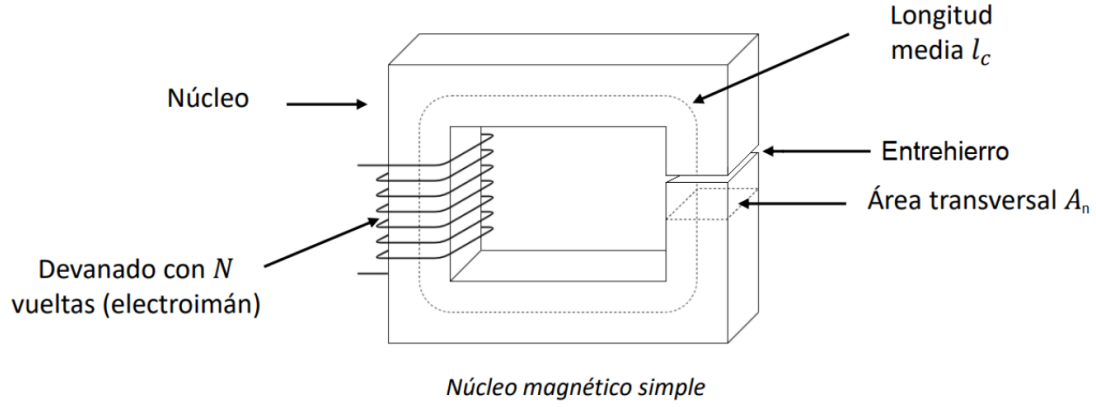

Figura 2: Núcleo simple
Para un mejor contexto de la tarea, considere la figura 2.
1. Establezca de forma clara todas las hipótesis simplificadoras del sistema. Considere que la Figura 2 no tiene errores y, por tanto, si considera que falta algún dato o parámetro indique cómo abordará esto para que el modelo tenga sentido. Además, se aconseja investigar sobre transformadores ideales.